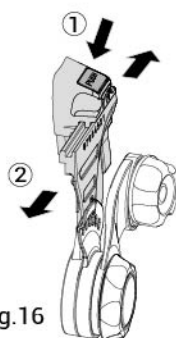

fig.16
- Pour régler la distance entre le visage de l'utilisateur et le viseur, il suffit d'appuyer sur le bouton de chaque adaptateur et de le faire glisser vers l'avant ou vers l'arrière (voir fig.16).